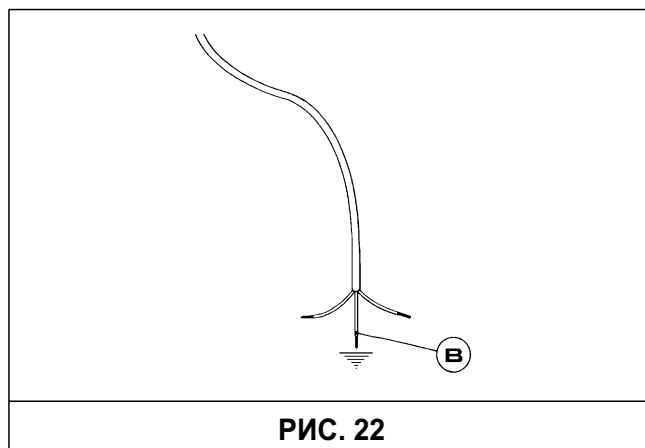

РИС. 22
*В случае замены подводящего кабеля провод заземления следует оставлять длиннее проводов фазы (см. рис. 22), кроме того следует соблюдать правила, приведенные в разделе 8.*